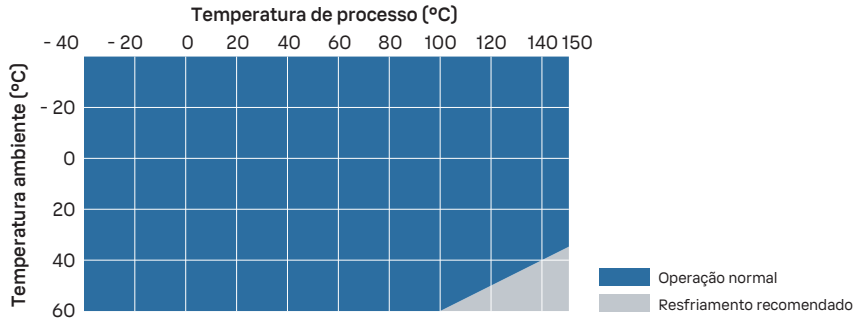

Figura 44 Temperatura do processo e resfriamento recomendado
- Use resfriamento adicional de acordo com a Figura 44 \(página 241\). Observe que os valores na figura são indicativos. O resfriamento necessário depende do local de instalação e do ambiente.